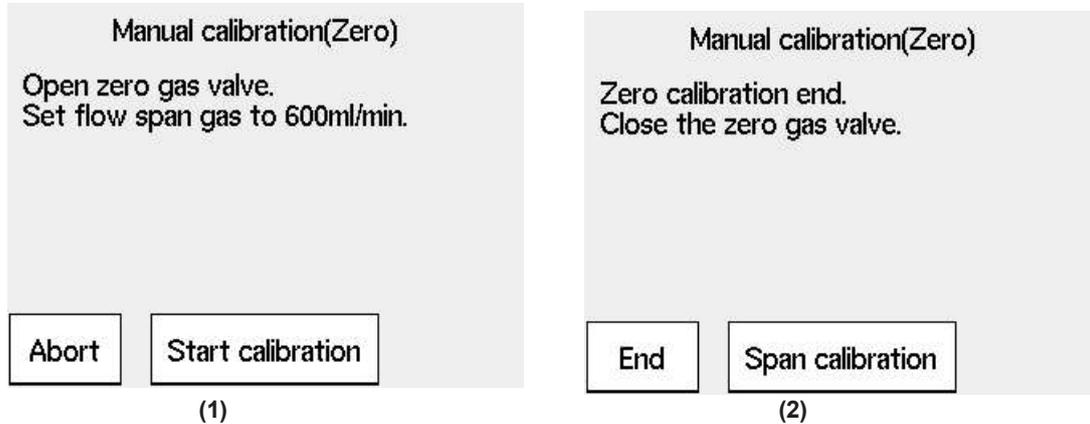

Figura 10.32 Calibração manual do gás zero
- (1) Quando a tela mostrada na Figura 10.32 (1) aparecer durante a calibração, abra a válvula de ajuste de fluxo do gás zero da unidade de ajuste de fluxo e ajuste a vazão em 600 ± 60 ml/min. Para girar o eixo da válvula, se a válvula tiver uma contraporca, solte a contraporca e gire-a lentamente no sentido anti-horário. Para verificar a taxa de vazão, monitore o fluxômetro do gás de calibração
- (2) Ajuste a taxa de vazão e selecione “Valve opened” na tela de calibração manual.
Verifique a exibição do gráfico de tendência para ver se o valor medido está estabilizado. Em seguida, pressione a tecla [Enter]. A tela de calibração manual mostrada na Figura 10.32 (2) aparece.